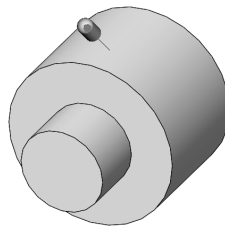

图 1-43 设置光源后的凸台模型
- [8] 单击【确定】按钮完成。设置光源后的凸台模型如图 1-43 所示。